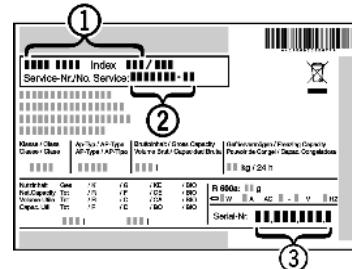

Fig. 46
- Očitajte naziv uređaja Fig. 46 (1), servisni broj Fig. 46 (2) i seriski broj Fig. 46 (3) s tipske pločice. Tipska pločica nalazi se na lijevoj unutarnjoj strani uređaja.